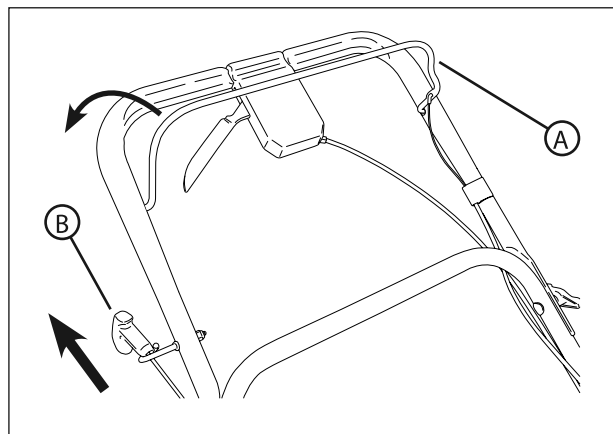

Рис. 6. Запуск косилки
1. Нажмите и удерживайте рычаг управления ножом (А, рис. 6).